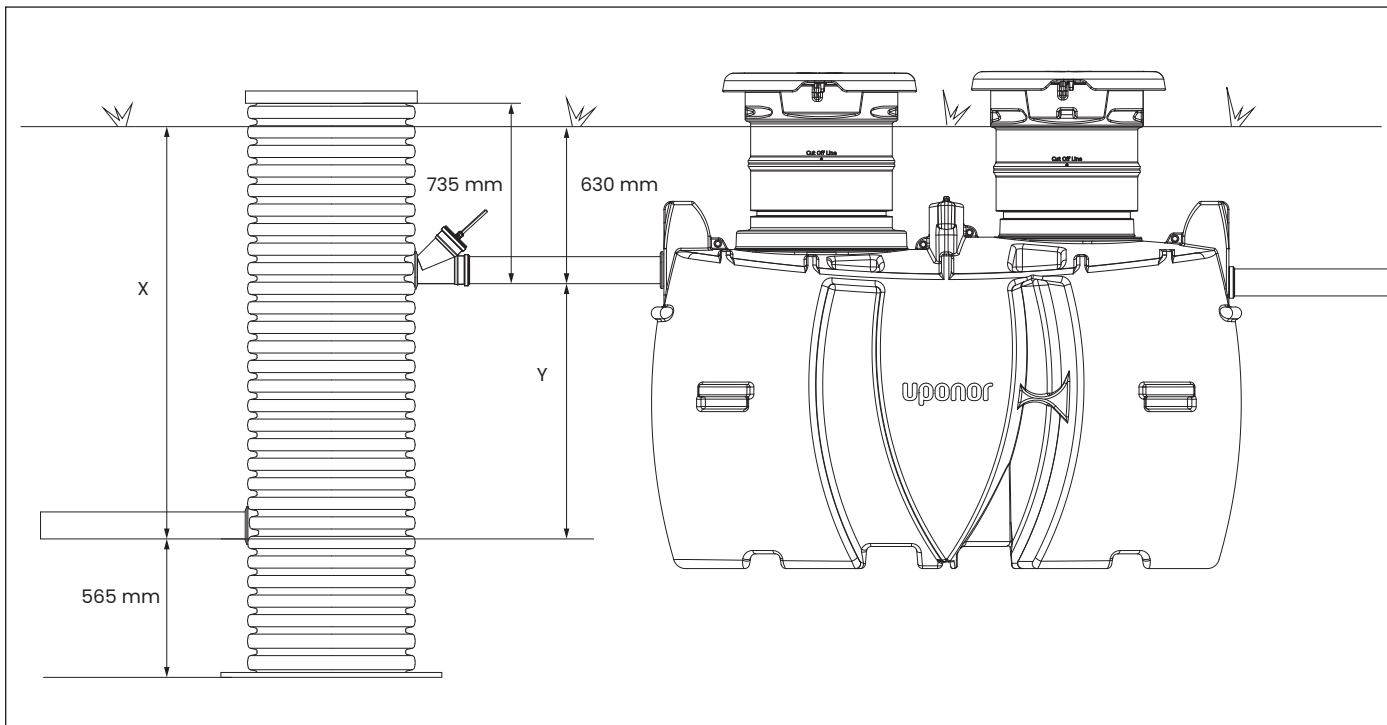

Bild 2 - Dimensioner
- Avstånd och vertikal höjdskillnad mellan inloppsrör och Clean I/II inlopp Y (Bild 2)
- Fastställ den vertikala höjdskillnaden Y mellan avloppsröret och reningsverkets inlopp (Bild 2)